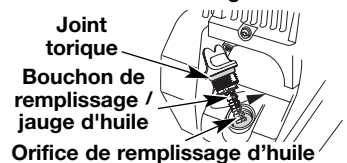

Fig. 9
- Retirez le bouchon / la jauge d'huile du carter-moteur. Versez tout le contenu de la bouteille d'huile dans le carter-moteur (Fig. 9).
- Versez tout le contenu de la bouteille d'huile dans le carter-moteur (Fig. 9).